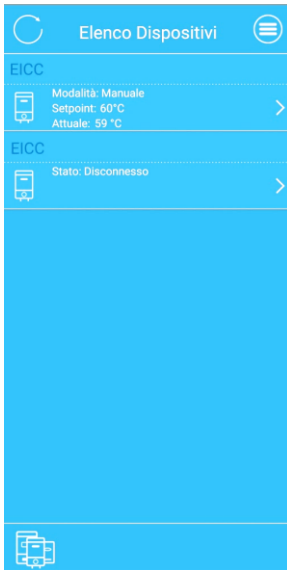

Figura 10 - Elenco dispositivi
- 3) La schermata iniziale mostrerà l'elenco degli scaldabagno disponibili (Figura 10)
La figura 10 mostra la schermata iniziale con l'elenco dei riscaldatori disponibili. Premendo il pulsante  si aggiorna la schermata. Le temperature attuali e del setpoint vengono visualizzate sulla schermata iniziale accanto al nome dello scaldabagno e alla modalità operativa selezionata.